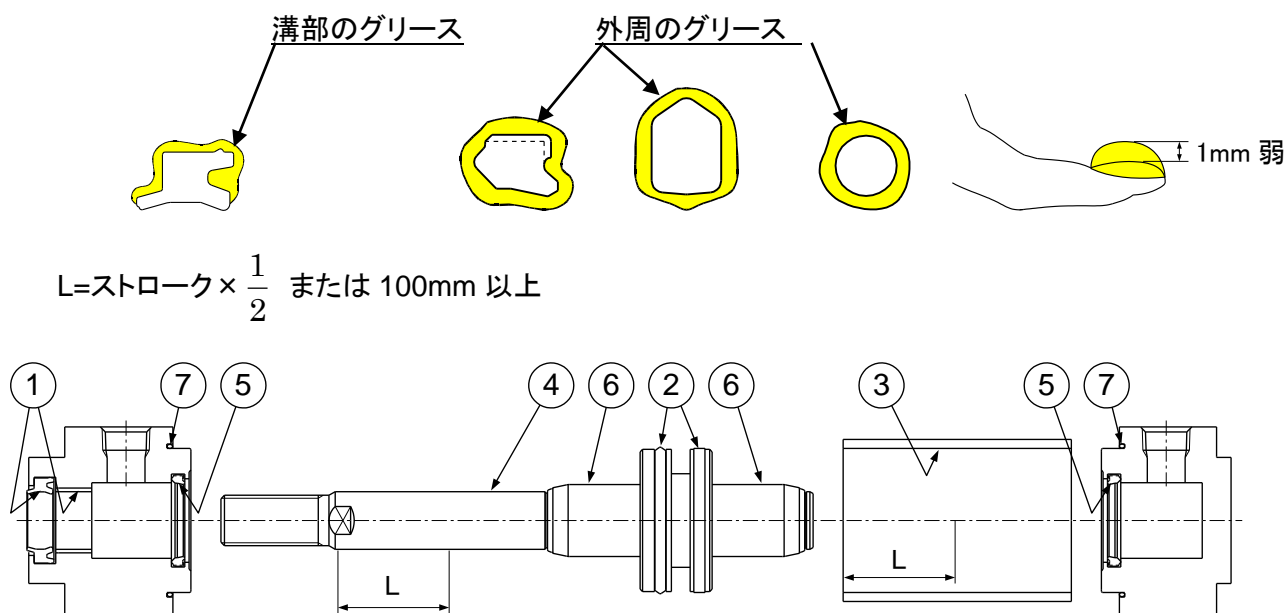

図 7 グリース塗布位置
シリンダの各部品には図 7 各部分にグリースを塗布しますが、100 ストロークのシリンダ 1 本につき表 7 の量が必要です。目安としては人差指ですくった程度が約 3(g)です。
1) ロッドパッキン、クッションパッキン(図7, ①⑤)
2) ピストンパッキン (図7, ②)
3) チューブガスケット (図7, ⑦)